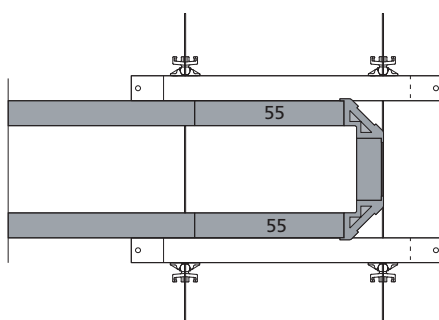

Fig. 24.3 Terminación con esquinero externo EA y refuerzo adicional
- O con esquineros externos y paneles estándar (Fig. 24.3 y 24.4).
Cuando encofre terminaciones con esquineros externos y paneles estándar, se requiere el uso de puntales adicionales para paneles que tengan 50 cm o mas de ancho (Fig. 24.3 y 24.4). Un refuerzo es necesario por cada nivel donde se encuentren los orificios de ensamble.